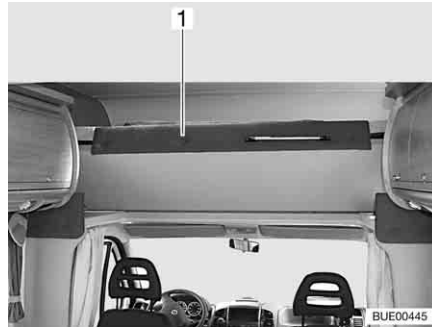

Fig. 111 Lit de capucine, rabattu vers le haut
- Rabattre vers le haut le lit de capucine (Fig. 111,1). Le lit de capucine est maintenu en position verticale par des ressorts à pression de gaz.